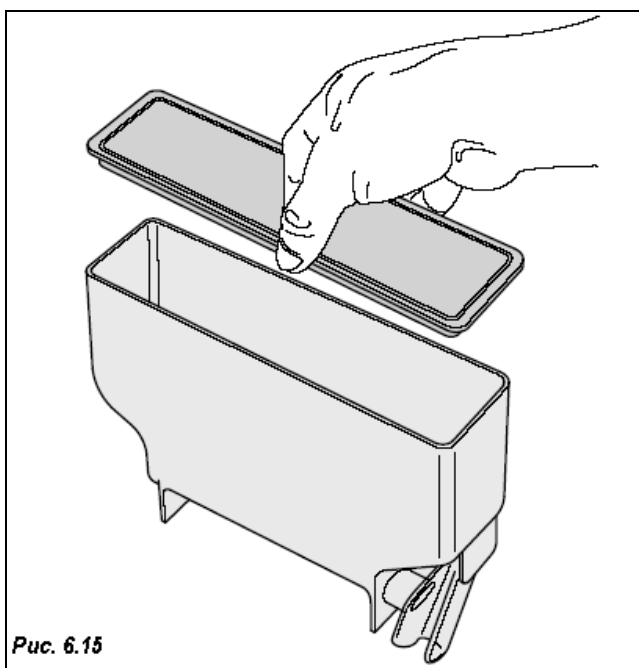

Рис. 6.15
- Снимите крышки с контейнеров для пищевых продуктов и раздаточных лотков (Рис. 6.15). Замочите снятые части в приготовленном растворе.